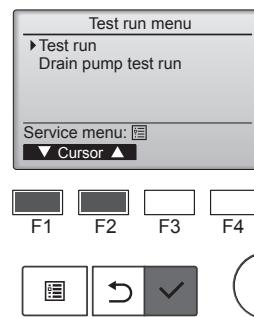

Fig. 8-2
- Välj "Test run" (Testkörning) från menyn Testkörning och tryck på [VÄLJ]. (Fig. 8-2)